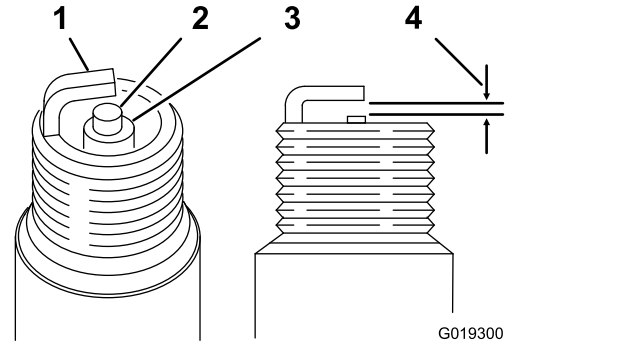

Figura 44
5. Per ciascuna candela, impostate la distanza tra gli elettrodi centrale e laterale a 0,76 mm; fate riferimento a Figura 44. Montate ciascuna delle candele alla giusta distanza con una guarnizione di tenuta e serratele a 22 N·m.